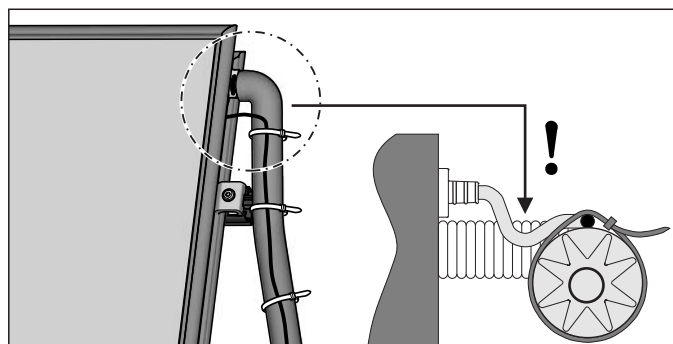

Bild 4-22 Arbeitsschritt 3
- Bei der Kabelführung darauf achten, dass kein Regenwasser zur Einsteckstelle des Fühlers hin ablaufen kann (mit Abtropfbogen verlegen siehe Bild 4-22).